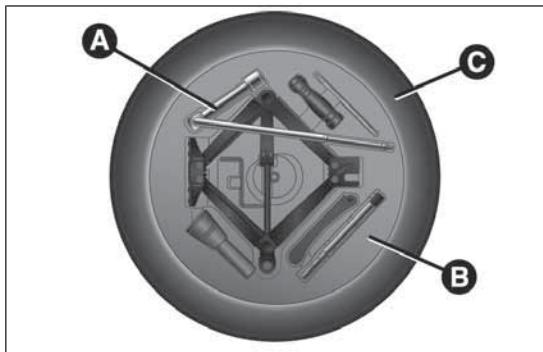

fig. 155
- utilizzando la chiave A fig. 155 ubicata nel contenitore portattrezzi, svitare il dispositivo di bloccaggio, prendere il contenitore portattrezzi B e portarlo accanto alla ruota da sostituire. Successivamente prelevare il ruotino di scorta C;